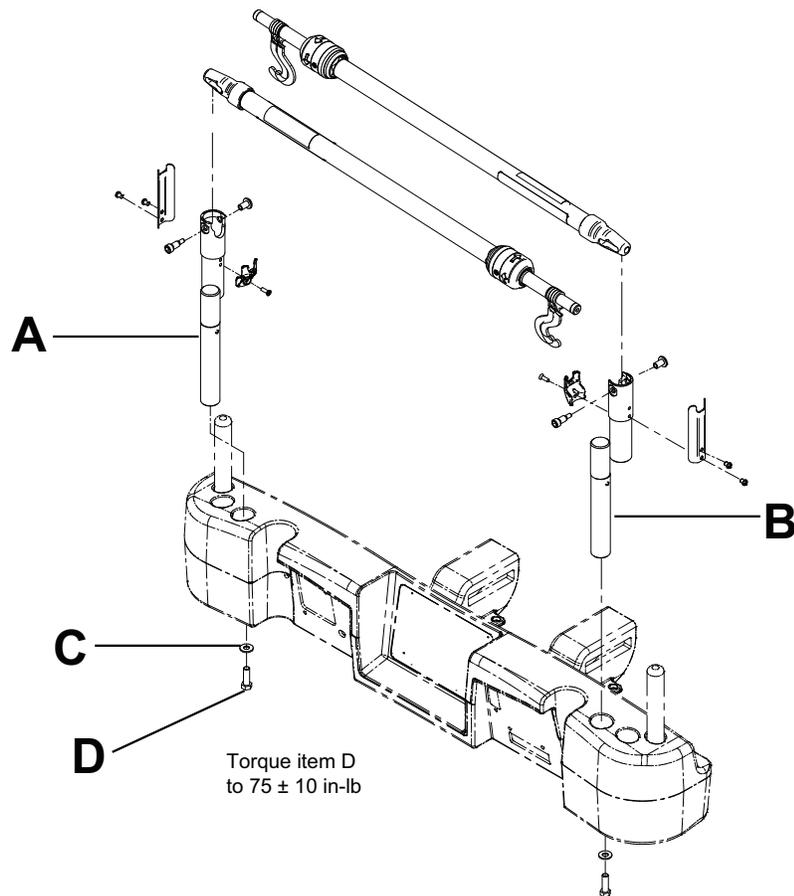

Figure 113 – Double support de perfusion à deux positions Havasu
1. À l'aide de la clé à cliquet de 3/8 po et de la douille de 1/2 po, installer une rondelle (C) et un boulon (D) pour fixer le support de perfusion dans le logement situé du côté tête du produit (A) (Figure 113).
2. À l'aide de la clé à cliquet de 3/8 po et de la douille de 1/2 po, installer une rondelle (C) et un boulon (D) pour fixer le support de perfusion dans le logement situé du côté tête du produit (B).